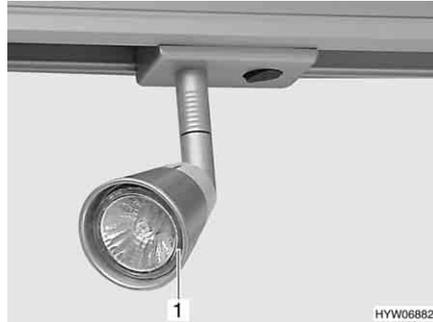

Fig. 235 Faretto alogeno
- Afferrare il bordo dello faretto (Fig. 235,1) e tirarlo in avanti.